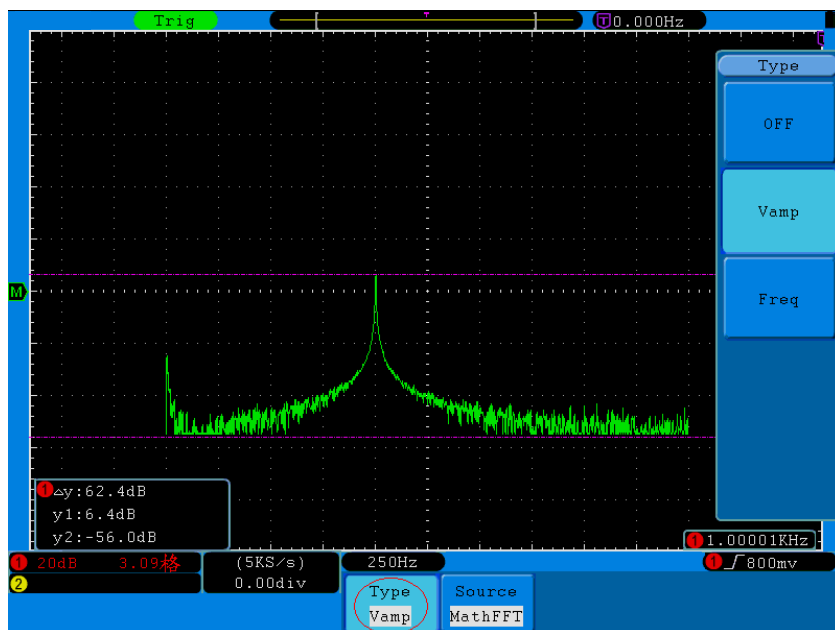

図 5-65 FFT モードでの振幅カーソル測定
4. 被測定波形をもとに、2つのチャンネルの垂直位置(VERTICAL POSITION)ツマミを回してカーソル1、カーソル2の位置を調節します。波形左下にあるカーソルウィンドウに2つのカーソルの絶対的振幅差及び2つのカーソルの現在位置が表示されます(図 5-65 参照):